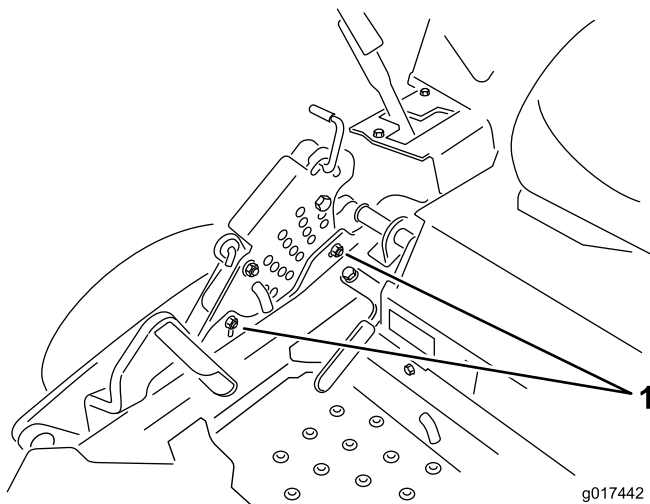

Figura 77
12. Para ajustar el sistema de ajuste de un solo punto, afloje los dos pernos situados cerca del borde inferior de la pletina de altura de corte. Consulte Figura 77.
14. Apriete los dos pernos situados cerca del borde inferior de la pletina de altura de corte (Figura 77). Apriete a 37-45 N m.